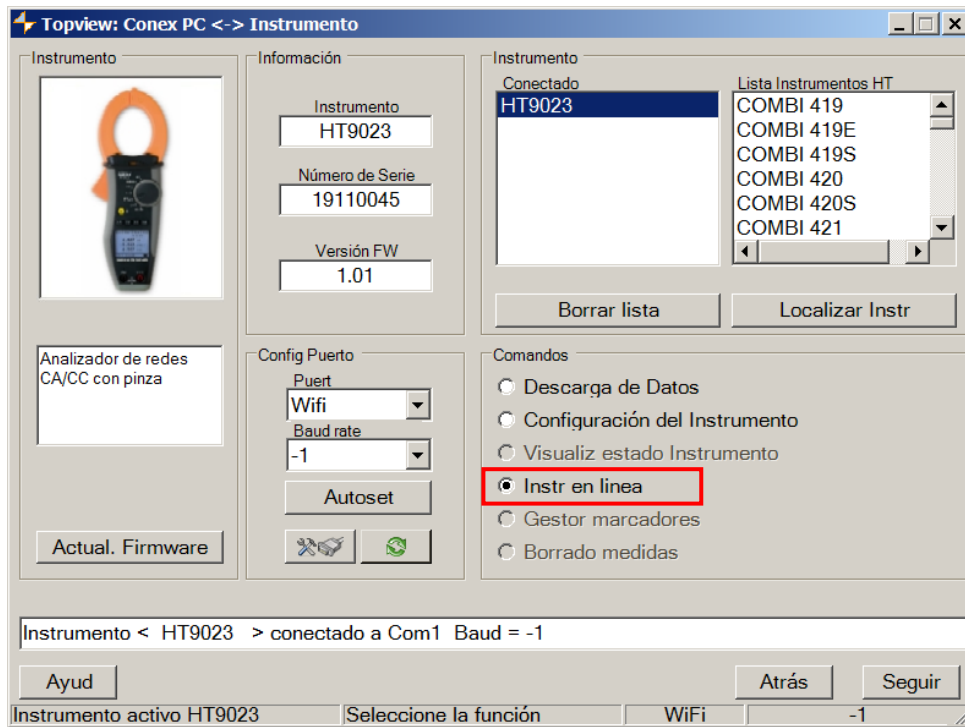

Fig. 19: Conexión del instrumento en tiempo real
8. Aprire la sezione “**Collegamento PC-Strumento**” e selezionare l’opzione “Strumento On Line” como se muestra en la Fig. 19